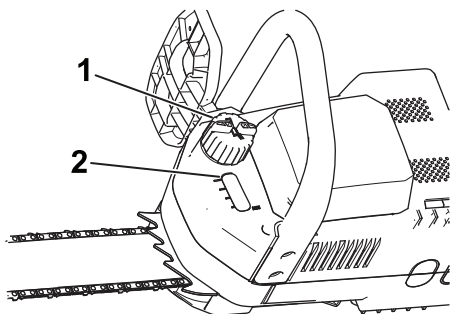

Figura 2
2. Limpie la zona alrededor del tapón de aceite (Figura 2).
3. Retire el tapón y vierta aceite en la motosierra hasta que el aceite llene la mirilla (Figura 2).